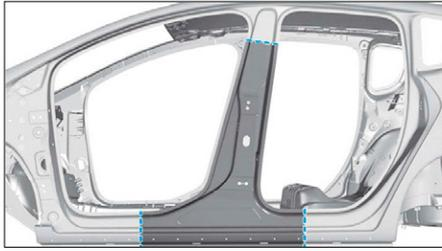

FIG. 70
- Souder par cordon MAG (Fig.70).